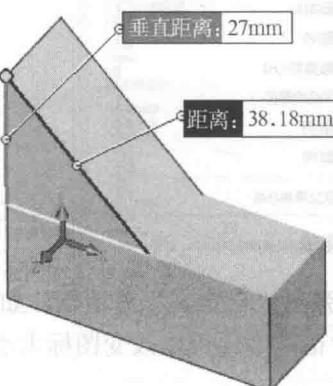

图 1-11 “测量”示例
- ◆ 选择测量对象，“测量”对话框中会显示测量结果。图 1-11 所示为测量一个点到一个面之间距离的示例。